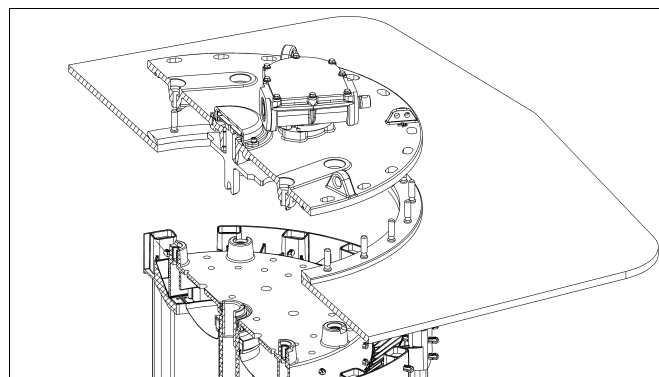

рис. 53
7) Разместите головку устройства DEETAP® DU на монтажном фланце в требуемом положении. Приведите положение устройства ПБВ в соответствие с положением головки устройства ПБВ, так как соединение обеих частей устройства возможно только в единственном положении (рис. 53).